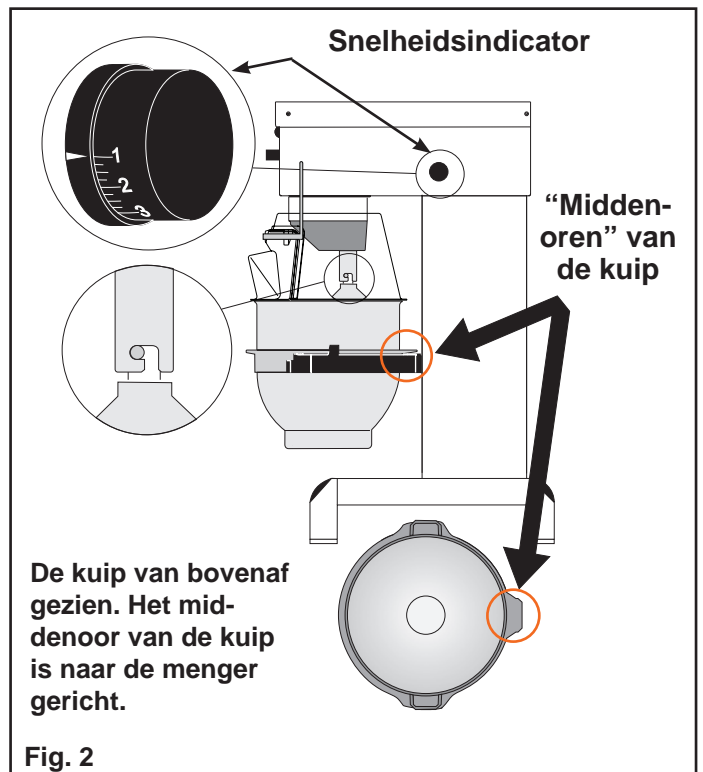

Fig. 2
- B** **Let op:** De kuiparmen moeten in de laagste positie staan. Plaats de kuip in de kuiparmen. Controleer of de kuip recht in de armen gedrukt wordt en of de “middenoren” van de kuiparmen naar de menger lopen (**fig. 2**). Plaats het menghulpstuk in de bayonetschacht. De tap van het hulpstuk moet naar rechts gedraaid worden in de bayonetas. Sluit het veiligheidsrek
- F** Druk op  en  totdat u de gewenste snelheid hebt bereikt. U kunt de snelheid aflezen op de indicator aan de zijkant van de menger (**fig. 2**). Zie ook “**Aanbevolen max. snelheid**” (**fig. 1**).